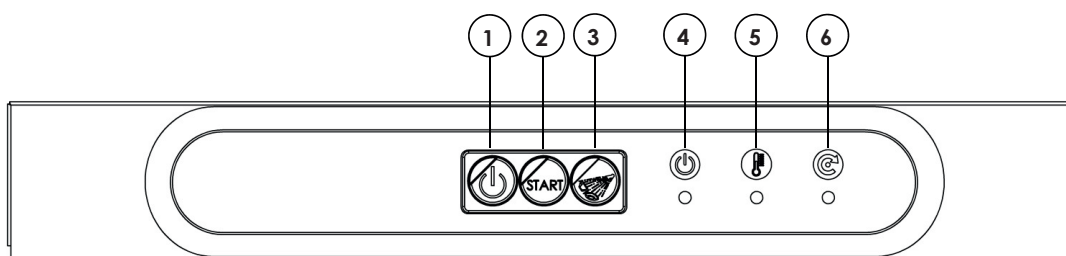
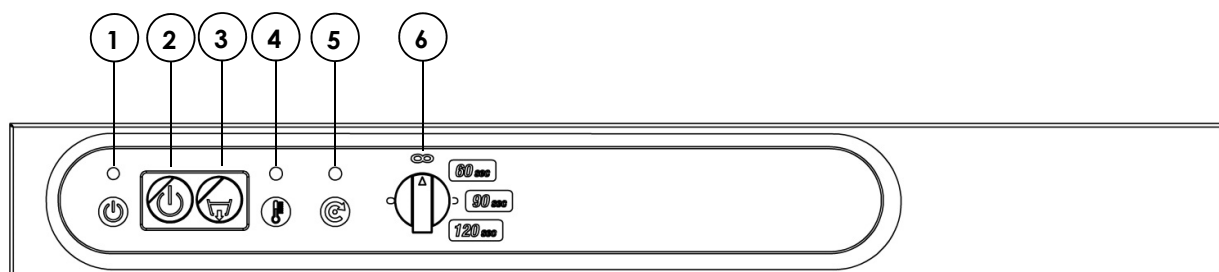

Fig. 14a
Fig. 14c
In fig. 14a, 14b, e 14c vengono riportati il pannello comandi della lavastoviglie e i riferimenti dei comandi in base al modello della lavastoviglie e alla presenza o meno della pompa di scarico.
Lavastoviglie a carico frontale (rif. fig. 14a o 14b)	Lavapiatti a cappotta (rif. fig. 14c)
6. Lavaggio	<p>Aprire la porta, introdurre il cestello con le stoviglie (assicurandosi che la disposizione delle stoviglie rispetti quanto descritto nel par. 3.4 – PARTE SECONDA), chiudere la porta e premere il PULSANTE PARTENZA CICLO (2) per avviare la fase di lavaggio: la SPIA CICLO INSERITO (6) si accende.</p> <p>Il ciclo termina quando si spegne la SPIA CICLO INSERITO (6)</p>	<p>Alzare la cappotta, introdurre il cestello con le stoviglie (assicurandosi che la disposizione delle stoviglie rispetti quanto descritto nel par. 3.4 – PARTE SECONDA), abbassare la cappotta e premere il maniglione di chiusura della cappotta verso il basso: la SPIA CICLO INSERITO (5) si accende.</p> <p>Il ciclo di lavaggio/risciacquo inizia automaticamente.</p> <p>Il ciclo termina quando si spegne la SPIA CICLO INSERITO (5)</p>
7. Risciacquo supplementare	<p>Se la lavastoviglie è predisposta per l'attivazione manuale del risciacquo (fig. 14a) e se si desidera effettuare un ulteriore risciacquo, tenere premuto il PULSANTE RISCIACCO MANUALE (3) per il tempo desiderato di risciacquo</p>
1. spegnere la lavastoviglie con l'INTERRUTTORE DI ACCENSIONE (1 figg. 14a, 14b o 2 fig. 14c)